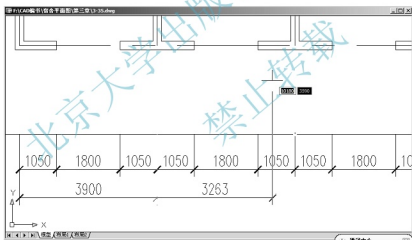

图 3.46 连续标注自动连接到刚才所标注的尺寸线上
(3) 执行菜单栏中的【标注】|【连续】命令, 执行连续标注操作, 光标自动连接到刚才用【基线】命令所标注的尺寸线上, 如图 3.46 所示。